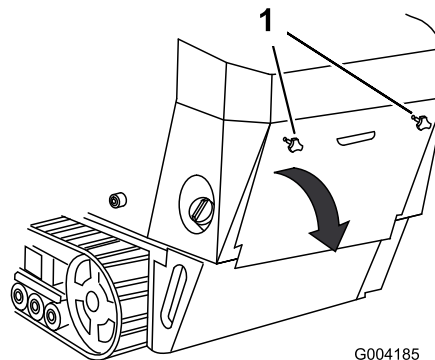

Bild 25
- Schrauben Sie die zwei Handräder ab, mit denen die hintere Abdeckplatte an der Maschine befestigt ist (Bild 25).
- Klappen Sie die hintere Abdeckplatte nach unten und nehmen sie ab, um die internen Teile zugänglich zu machen (Bild 25).